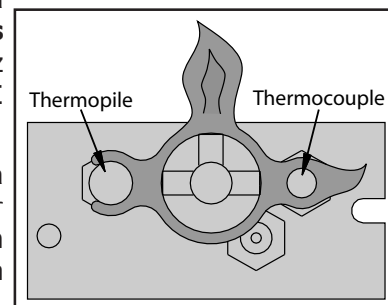

Figure 4. Pilot Flame
1. Fermez le gaz allant au foyer. **Si cela n'est pas fait récemment, Enlevez la vitre et permettez à l'air de sortir pendant au moins cinq (5) minutes pour vider tous les gaz.** Allumez le gaz à l'appareil de chauffage. Testez les joints pour une fuite avec une eau savonneuse. **N'UTILISEZ JAMAIS DE FLAMME OUVERTE POUR LE TEST DE FUITE.**
2. Démarrez le pilote en appuyant sur le contrôle du gaz et en le tournant à "PILOT". Tout en appuyant le bouton de contrôle de gaz, appuyez sur l'allumeur piézo plusieurs fois, jusqu'à ce la flamme du pilote s'allume. Tenez le bouton de contrôle du gaz enfoncé pendant 30 secondes. Vérifiez que le pilote a entièrement englouti l'assemblage du thermocouple (voir figure 4).
Effectuez périodiquement une vérification visuelle des flammes du pilote. Une des flammes devrait englober l'allumeur et le thermocouple, l'autre doit brûler sur les ports du brûleur (voir figure 4). Vérifiez également que le brûleur fonctionne correctement, référez-vous à la section Ajustement du Venturi.